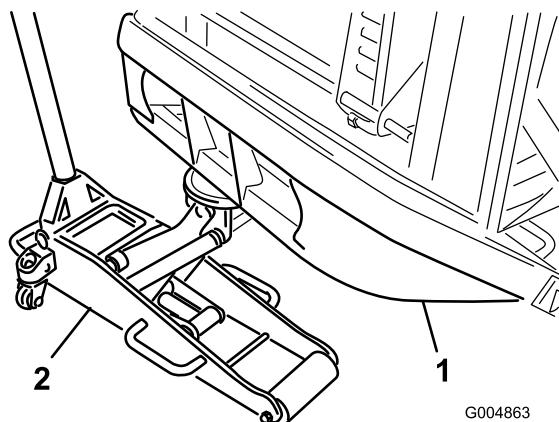

Figura 29
- Coloque un gato de suelo apropiado debajo del tubo del parachoques trasero, eleve la parte trasera de la máquina y apóyela sobre un gato de suelo (Figura 29).